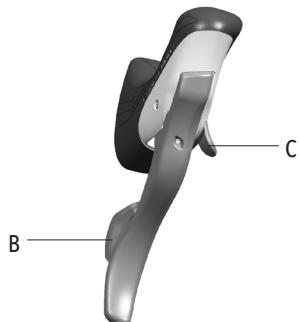

図14
- ・右側エルゴパワーのレバーB（図14）はリア・ディレイラーを動作させ、チェーンをスプロケットのロー側に移動させます。
- ・右側エルゴパワーのレバーC（図14）はリア・ディレイラーを動作させ、チェーンをスプロケットのトップ側に移動させます。
- ・右側エルゴパワーのレバーB、またはレバーC（図14）は長押しすると、リア・ディレイラーを1枚以上多段変速させることができます。